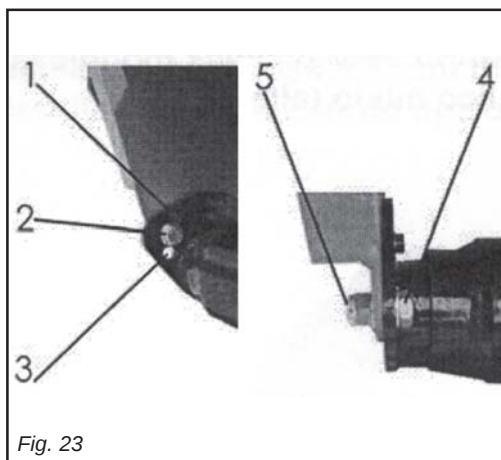

Fig. 23
Occorre quindi procedere ad una opportuna regolazione dell'altezza di taglio degli utensili tramite il rullo di appoggio della testata trinciatrice provvisto di tre posizioni (1, 2, 3 Fig. 23) agendo come segue:
- 1) svitare bullone (4 Fig. 23) e relativo dado (5 Fig. 23) su di un lato della testata e toglierli per liberare il rullo dalla posizione non voluta;
- 3) inserire il bullone (4 Fig. 23) bloccandolo con il relativo dado (5 Fig. 23) per fissare il rullo nella nuova posizione;
The cutting height of the tools must therefore be appropriately regulated by means of the bearing roller of the shredding head, which is equipped with three positions (1, 2, 3 Fig. 23). Proceed in the following way:
- 1) unscrew the bolt (4 Fig. 23) and relative nut (5 Fig. 23) on one side of the head and remove them so as to free the roller from the undesired position;*
- 3) insert the bolt (4 Fig. 23) and lock it in place with the relative nut (5 Fig. 23) in order to fix the roller in the new position;*
Astfel, trebuie să efectuați reglarea înălțimii de tăiere a ustensilelor, prin intermediul ruloului de sprijin a capului tocător prevăzut cu trei poziții (1, 2, 3 Fig. 23) acționând în felul următor:
- 1) deșurubați bulonul (4 Fig. 23) și piulița (5 Fig. 23) de pe o parte a capului și îndepărtați-le pentru a scoate ruloul din poziția nedorită;
- 3) introduceți bulonul (4 Fig. 23) blocându-l cu piulița (5 Fig. 23) pentru a fixa ruloul în noua poziție;